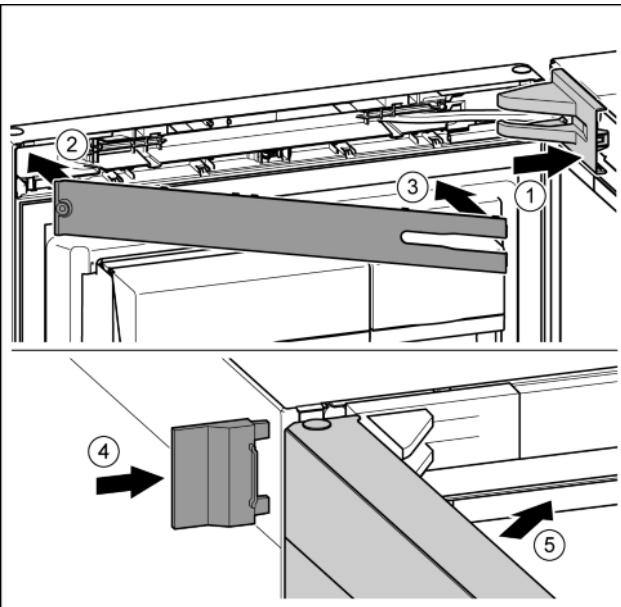

Fig. 24
- Крышку опорного кронштейна установить и зафиксировать, при необходимости, осторожно разжать. Fig. 24 (1)
- Установить накладку. Fig. 24 (2)
- Наклонить и защелкнуть накладку. Fig. 24 (3)
- Надвинуть внешнюю крышку. Fig. 24 (4)
- Закрыть верхнюю дверь. Fig. 24 (5)